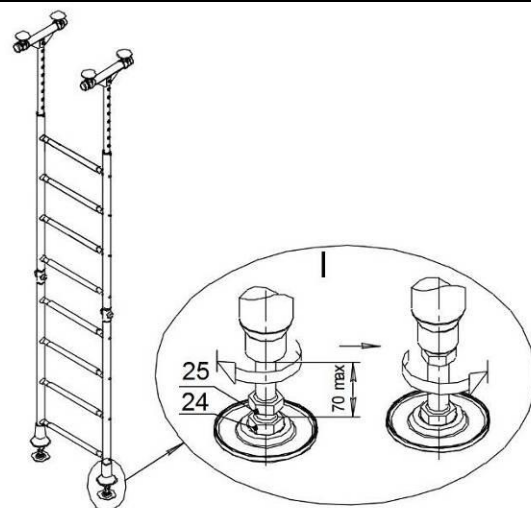

Рисунок 5
3.12. Распереть Комплекс болтом (поз.24). Окончательно затянуть все перекладины. **Запрещается выкручивать болт (поз.24) более чем на 70 мм** (см. рис.5). После распора Комплекса — затянуть контр гайку (поз.25).